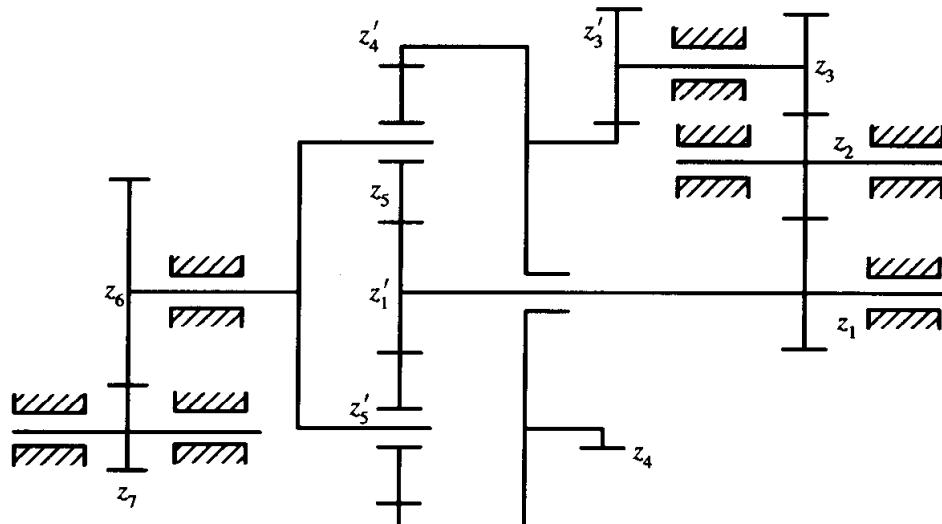

图 1.5
**1.7** (16分) 在图1.5所示轮系中，已知各轮的齿数，